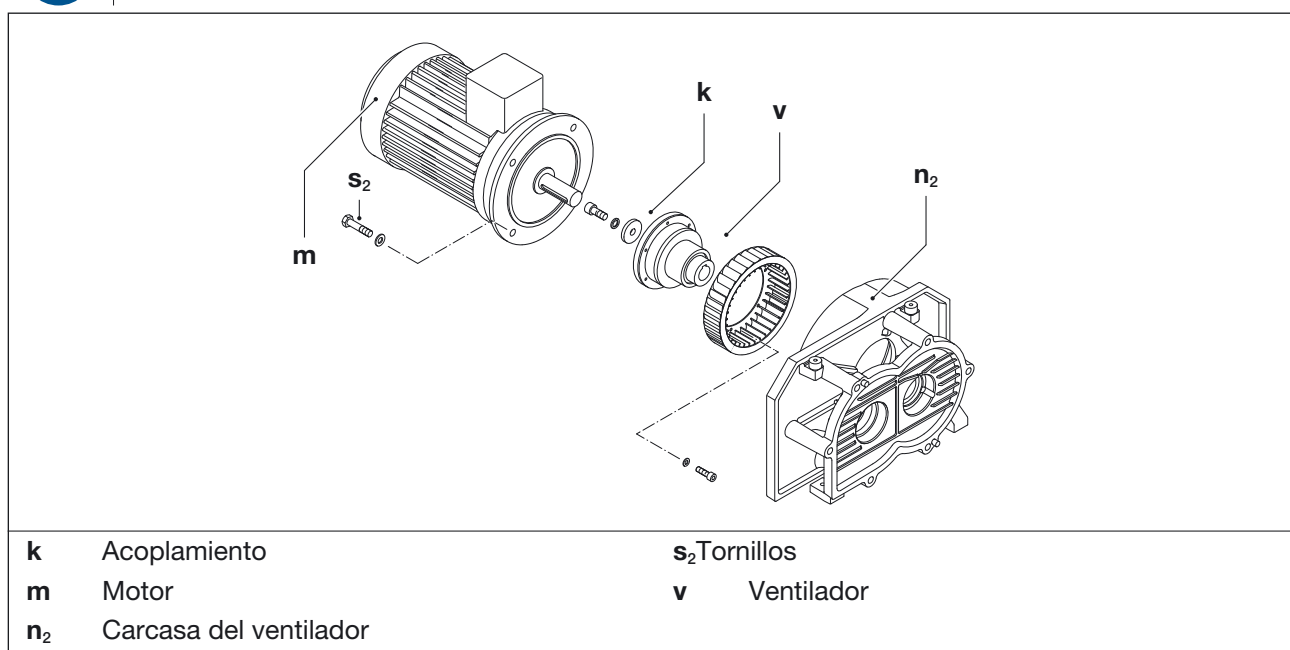

Fig. 9 Comprobar ventilador
El ventilador (Fig. 9/v) para la refrigeración del compresor debe revisarse al menos una vez al año para comprobar que está bien ajustado y no presenta daños. Si es necesario, hay que apretar las uniones atornilladas o sustituir el ventilador.
- Suspender el motor (Fig. 9/m) por las armellas de transporte utilizando un equipo de elevación. Si no se dispone de cáncamos, suspender el motor utilizando eslingas redondas.
- Aflojar los tornillos (Fig. 9/s2) de la brida del motor y extraiga axialmente el motor con el acoplamiento (Fig. 9/k) y el ventilador (Fig. 9/v) de la carcasa del ventilador (Fig. 9/n2).
- Comprobar el ventilador (Fig. 9/v) y limpiarlo en caso necesario. Si el ventilador estuviera dañado, sustitúyalo.
- Volver a colocar axialmente el motor con acoplamiento (Fig. 9/k) y el ventilador (Fig. 9/v) y fijarlos a la brida de la carcasa (Fig. 9/n2) con los tornillos (Fig. 9/s2).